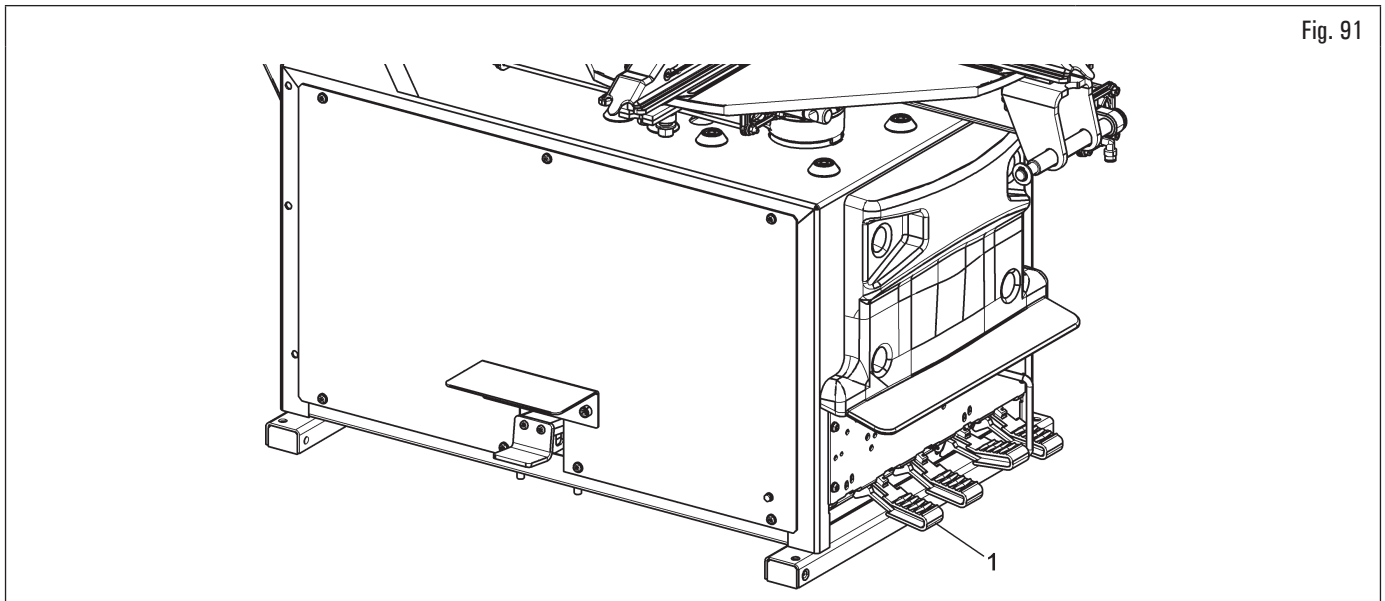

Fig. 91
4. positionner le bras opérant en position de travail en agissant sur la pédale (Fig. 91 réf. 1) ;